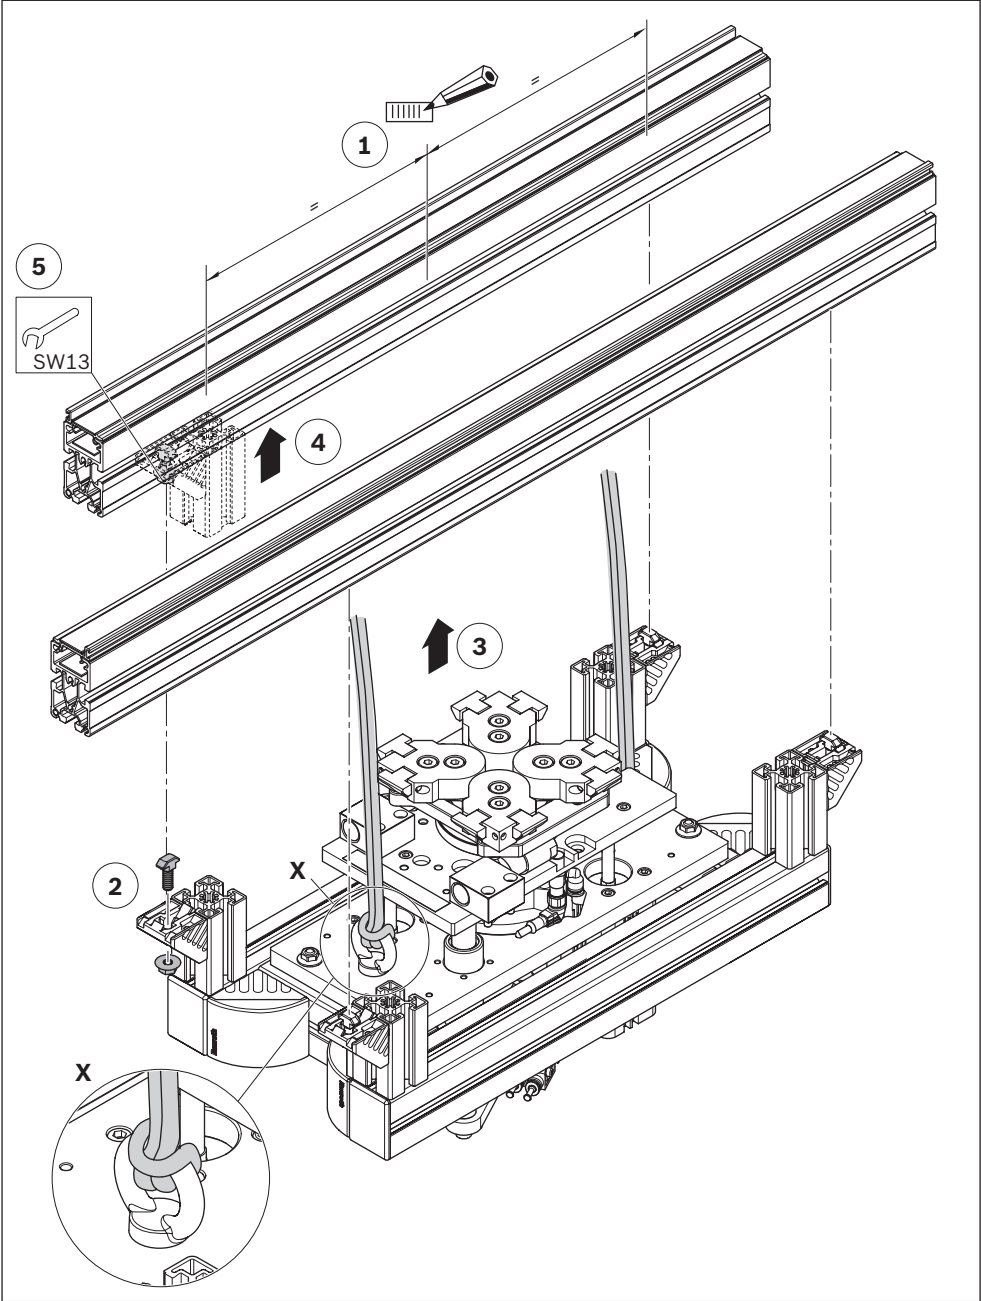

图 7: 安装 ST 2 输送段中的升降旋转单元 HD 2/H 尺寸 1 (此处尺寸 1 180°)
使用辅助起重器抬起。例如、底板上的吊环螺栓 (X) 可用作圆形吊带的连接点 (参见例如 图 7、第 21 页)。
使用辅助起重器抬起。例如、底板上的吊环螺栓 (X) 可用作圆形吊带的连接点 (参见 图 7)。